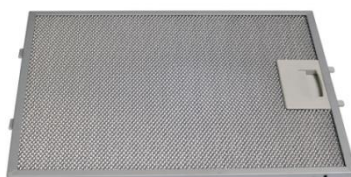

Рис. 2
1. Снимите алюминиевый жироулавливающий фильтр (рис. 2).
7. Установите алюминиевый жироулавливающий фильтр (рис. 2).